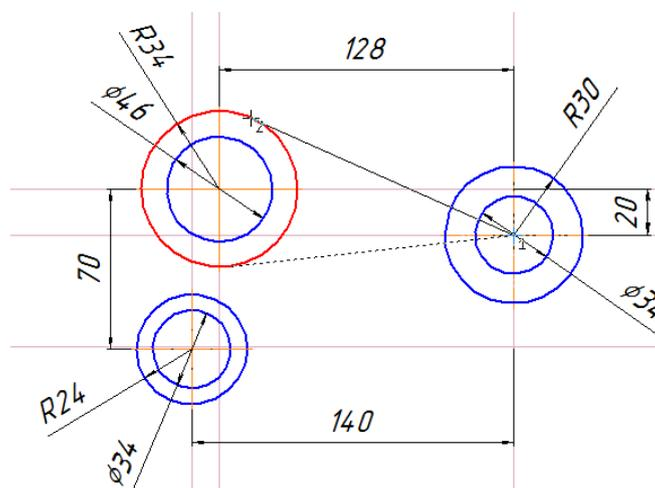

Рисунок 27
3. Постройте отрезок, проходящий через центр окружности $\varnothing 34$ касательно к окружности, имеющей R34. Для этого активизируйте команду **Касательный отрезок через внешнюю точку** . Укажите начальную точку отрезка центр окружности $\varnothing 34$ и курсором укажите окружность имеющей R34 (рисунок 27). Система создаст два варианта отрезка, удовлетворяющих заданным условиям. Верхний вариант будет отображаться сплошной линией, то есть будет текущим. Нижний вариант будет отображаться штриховой линией, то есть будет дополнительным. Щелчком на кнопке **Создать объект**  на панели специального управления создайте верхний (текущий) отрезок. Щелчком на кнопке **Прервать команду**  откажитесь от создания нижнего отрезка.